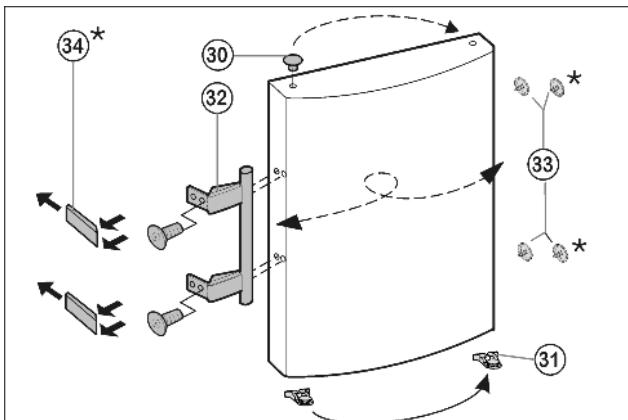

Fig. 8
- Извлеките пробку Fig. 8 (30) из опорной втулки дверцы и переставьте.
- Снимите и переставте на противоположную сторону дверную ручку Fig. 8 (32), пробку Fig. 8 (33) и прижимные пластины* Fig. 8 (34).